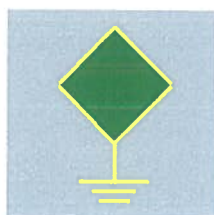

Fig. 7.82
- conturul simbolului este compus din două părți ce reprezintă cei doi poli ai CLP-ului. În acest caz ambii poli vor avea culoarea galben. Fig.7.82.